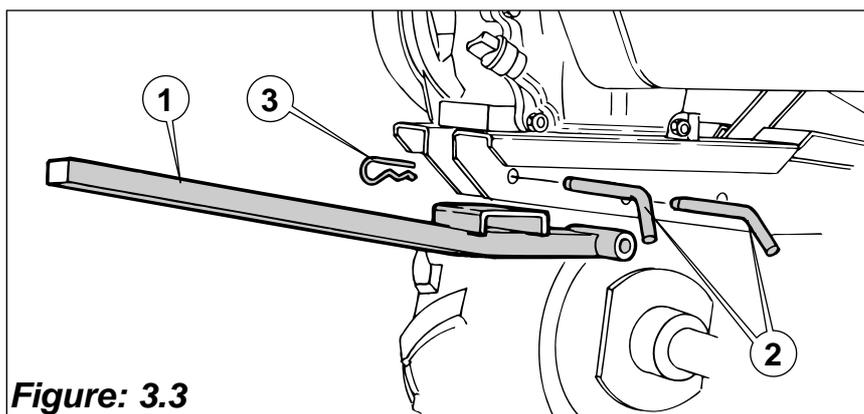

Figure: 3.3
- 4) Montez le support masse avant (1) à l'aide des deux broches (2) et goupille béta (3)(*Figure: 3.3*).